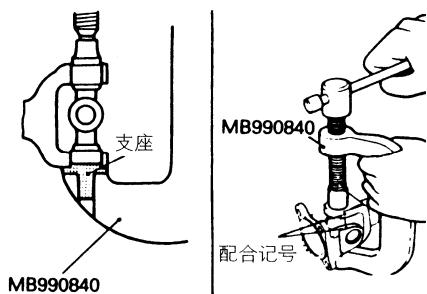

图 3-112 将轴颈轴承压入传动轴叉内
(2) 如图 3-112 所示, 对准传动轴叉和传动轴上的配合记号, 将支座可靠地装到专用工具上, 将轴承都装入叉内, 用专用工具固定住并将它们压入。注意支座的导向部将轴承限制在预定的位置。